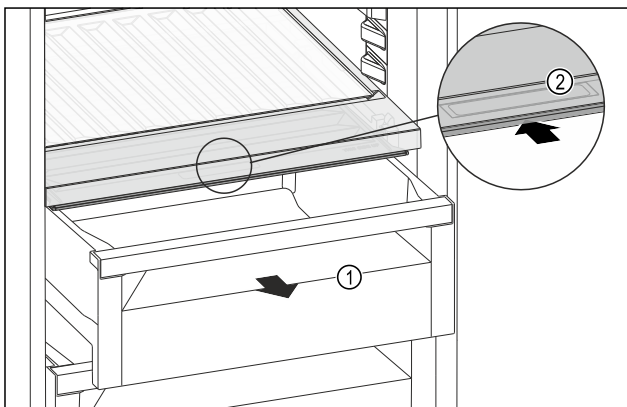

Fig. 153
- Schubfach Fig. 153 (1) herausziehen.
- Griffmulde Fig. 153 (2) am Fachdeckel anfassen und Fachdeckel gleichzeitig nach hinten schieben.